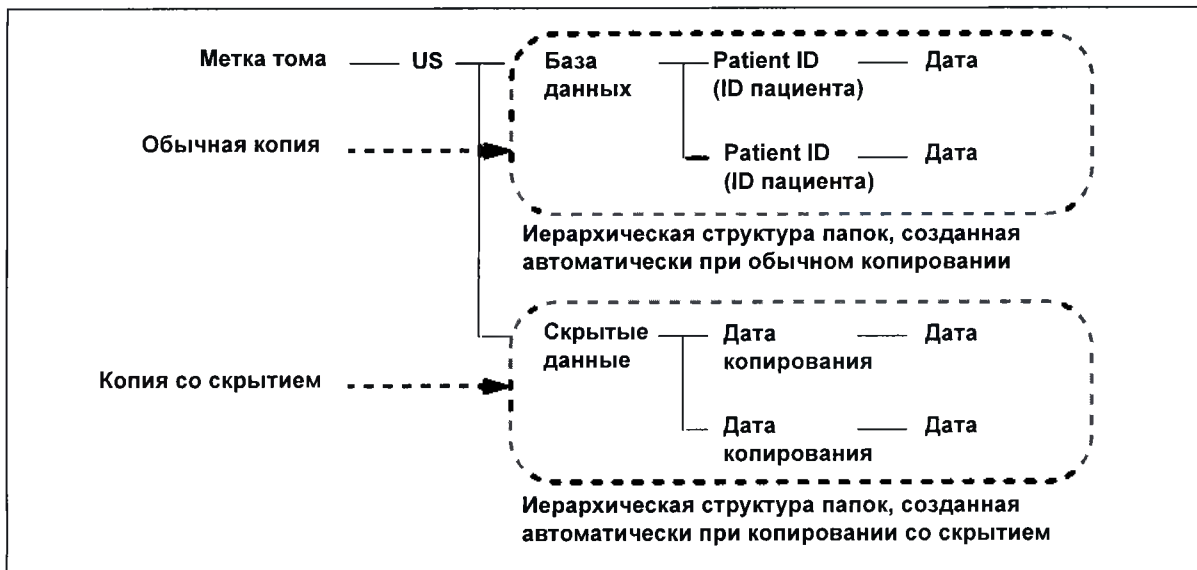

Рисунок 7.265
- Файлы, созданные путем копирования со скрыванием, копируются в папки, отличные от папок с обычными файлами. На рис. 7.265 показана иерархическая структура папок, полученная при просмотре данных съемного запоминающего устройства на ПК.